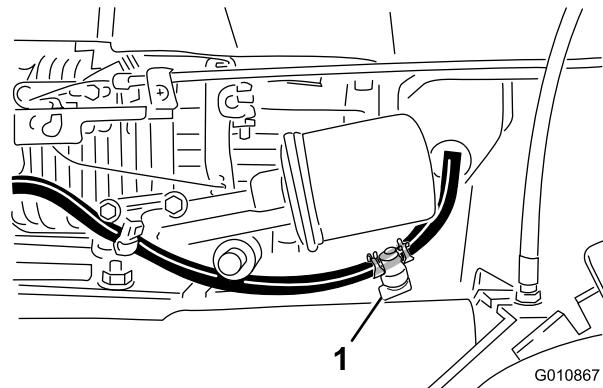

Figura 11
2. Aprite la valvola del carburante (Figura 11).